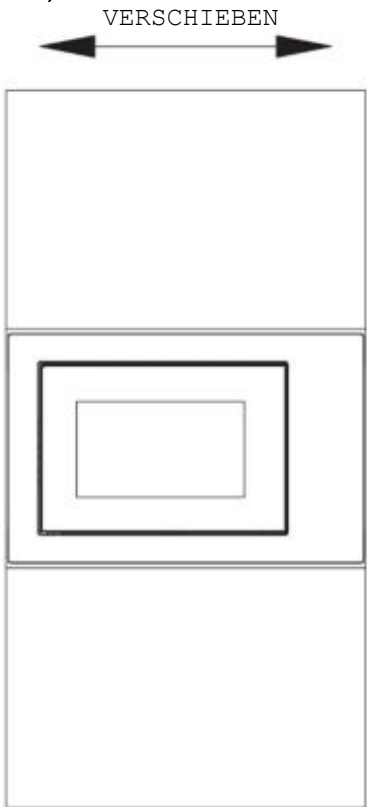

Abb. 3
c) Verschieben Sie das Produkt parallel zum Küchenschrank entsprechend der Pfeilrichtung in der Abbildung, und halten Sie es in der Mitte. (Abb. 3)